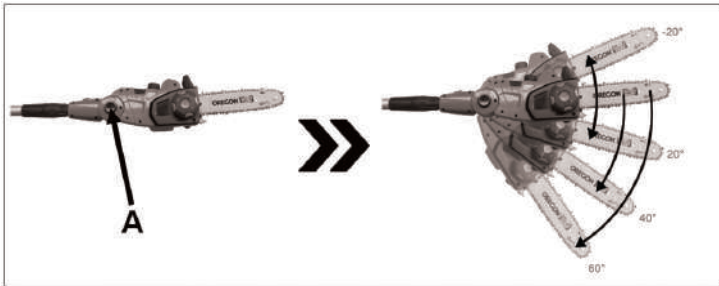

Рис. 43
1. Для выбора угла наклона нажмите кнопку (A) (Рис. 43)